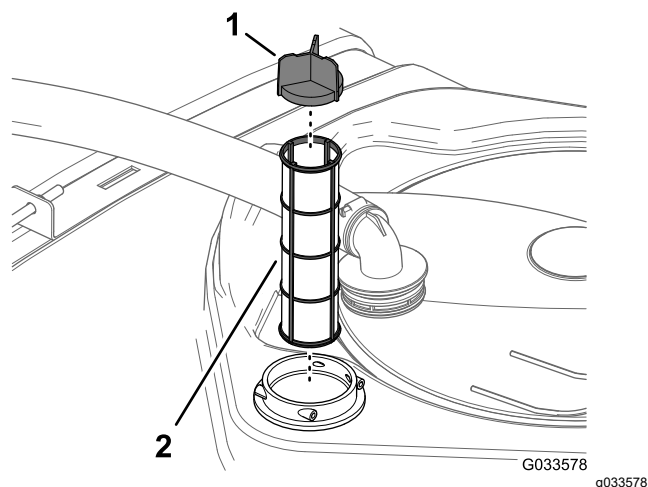

Figura 30
4. Retire o filtro de rede da sucção da estrutura do filtro no depósito (Figura 30).